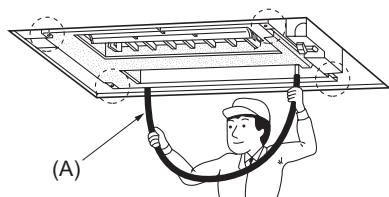

Fig. 3-8
- Vérifier si les quatre coins sont à niveau, à l'aide d'un niveau ou d'un tuyau en plastique transparent contenant de l'eau. (Fig. 3-8)